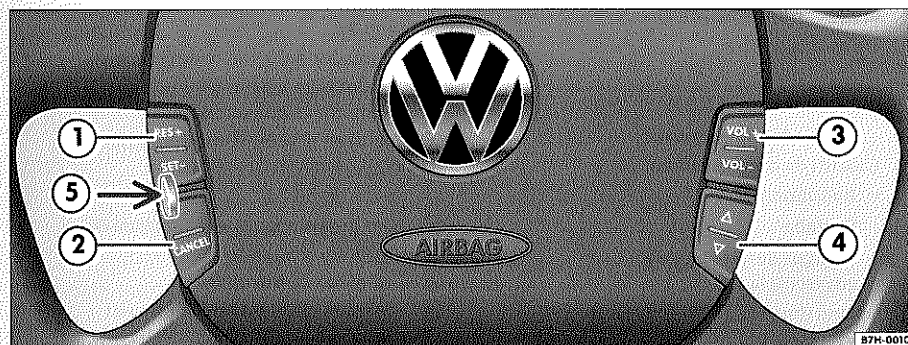
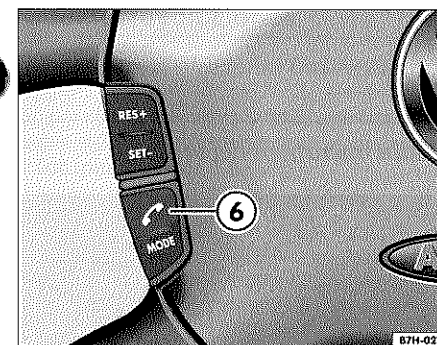

Fig. 2 Volante multifunción: mandos del sistema de audio y regulador de velocidad
Fig. 3 Volante multifunción con mandos del sistema de audio, del regulador de velocidad, del teléfono 6 y de la pantalla del cuadro de instrumentos.
- ① Tecla del **regulador de velocidad** (GRA) ⇒ página 122:
- ② Tecla ⇒ página 4, fig. 2 **CANCEL** para desconectar temporalmente el sistema GRA. Queda memorizada la velocidad programada.
- ③ Tecla para el **ajuste del volumen**²⁾ de la radio o del teléfono:
- ④ Tecla para diferentes funciones:
- Tecla **Δ** para: búsqueda ascendente de emisoras (de radio), avance en la reproducción de los boletines TIM (de la radio o bien del sistema de navegación), avance rápido (cassette), búsqueda de títulos ascendente (CD).
- Tecla **▽** para: búsqueda descendente de emisoras (de radio), retroceso en la reproducción de los boletines TIM (de la radio o bien del sistema de navegación), rebobinado rápido (cassette), búsqueda de títulos descendente (CD).
- ⑤ Tecla para iluminar los mandos del volante multifunción (en el lateral del volante). Los mandos del volante se iluminan automáticamente al encender la iluminación del cuadro de instrumentos y pueden apagarse o encenderse también de forma independiente pulsando la tecla ⑤.
- ⑥ Tecla **☎** para aceptar o finalizar una llamada telefónica²⁾ ⇒ fig. 3. ◀